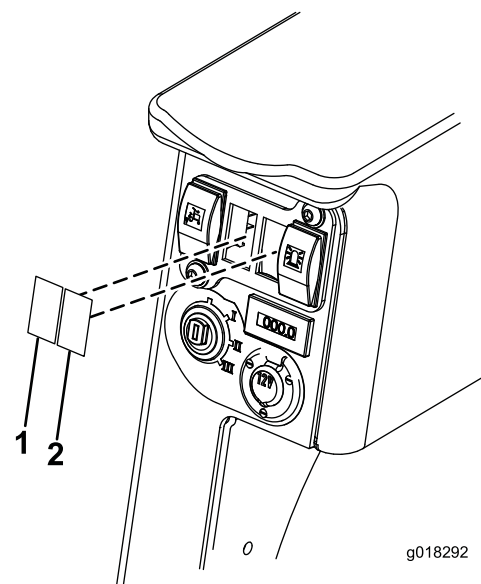

Figura 15
5. En la cara trasera de la consola, justo por encima del interruptor de encendido, hay unos huecos de interruptor taponados; retírelos (Figura 15).